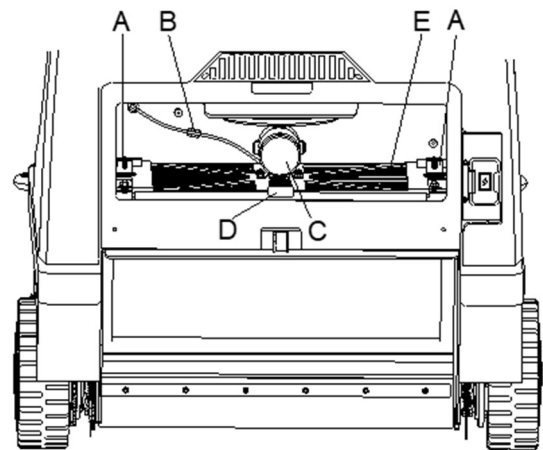
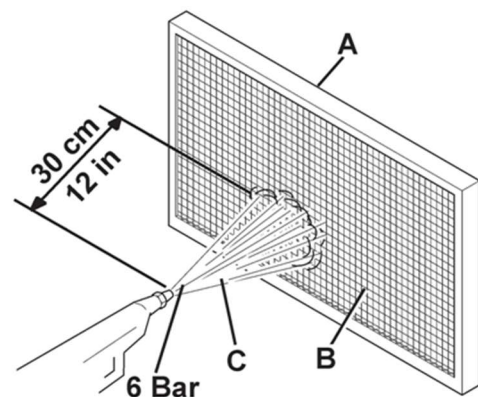

Рис. 31
Рис. 32
7. Отверните ручки (А, рис. 31).
8. Отсоедините разъем (В, рис. 31) электродвигателя встряхивателя фильтра (С, рис. 31).
9. Снимите крепежную раму пылевого фильтра (D, рис. 31).
10. Снимите пылевой фильтр (Е, рис. 31).
11. На открытой площадке очистите фильтр, встряхнув его на ровной и чистой поверхности, постукивая по стороне (А, рис. 32), протирая проволоочной сетке (В, рис. 32). Завершите процедуру очистки, используя сжатый воздух (С, рис. 32) с максимальным давлением 6 бар (85 фунтов/кв. дюйм), продувая только стороны проволоочной сетки (В, рис. 32) на расстоянии не менее 30 см. Соблюдайте следующие меры предосторожности в соответствии с типом фильтра:
- Установите фильтр (Е, рис. 31) с проволоочной сеткой (В, рис. 32), направленной вверх.